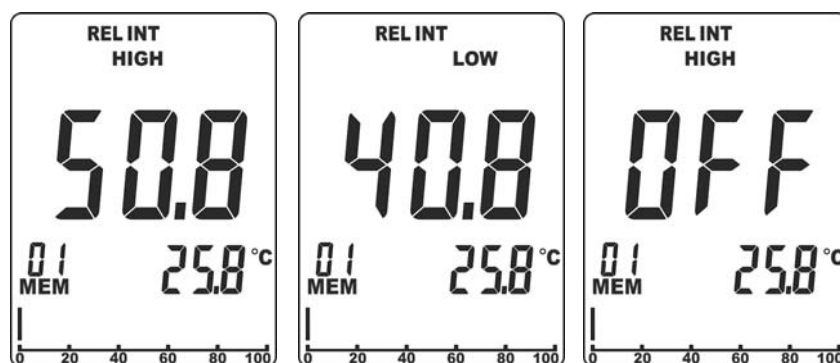

Fig. 6: Configuração do patamar de alarme na medição MOI INT e MOI EXT
1. Premir simultaneamente durante alguns segundos os botões **MOI** e **MODE/ZERO**. O símbolo **“HIGH”** aparece na parte superior do display (ver Fig. 6 – parte esquerda)
2. Usar os botões seta ◀ ou ▶ para configurar o valor do patamar Máximo no intervalo: **0.1% ÷ 99.9%**. Nestas condições, o instrumento emitirá um som **contínuo** por valor medido da humidade superior ao patamar configurado. Selecionar a opção **“OFF”** para desativar o alarme (ver Fig. 6 – parte direita)
3. Premir o botão **MEM/ALM** para confirmar e passar para a configuração do patamar Mínimo. O símbolo **“LOW”** aparece na parte superior do display (ver Fig. 6 – parte central)